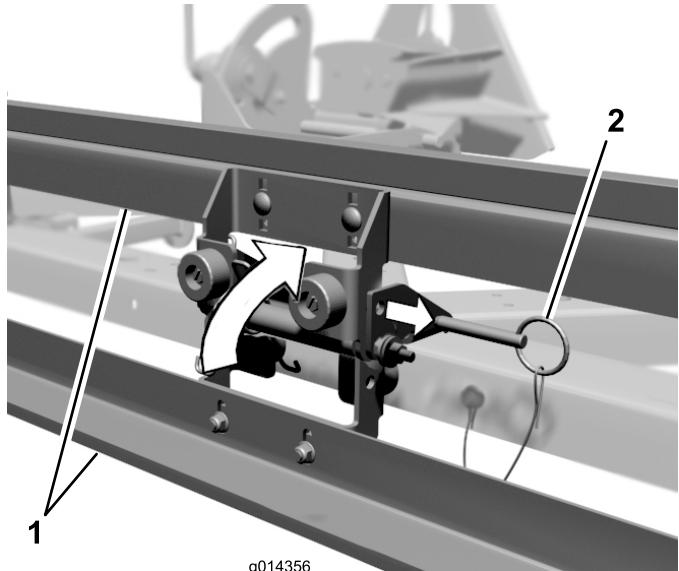

図 11
4. マグネットを上向きにするには、クイック・ピンを取り外し、マグネットを上向きに回し、クイック・ピンを取り付ける（図 11）。マグネットについていたごみを除去するときにこの操作をおこなうとよい。